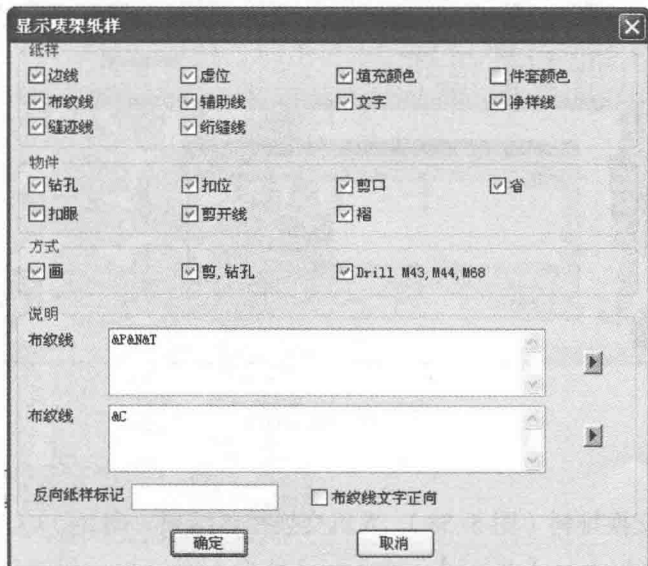

图5-55 【显示唛架纸样】对话框
(7) 这时需要对纸样的显示与打印进行参数的设定。单击【选项】→【在唛架上显示纸样】弹出【显示唛架纸样】对话框，单击【在布纹线上】和【在布纹线下】右边的三角箭头，勾选【纸样名称】等所需在布纹线上下显示的内容（图 5-55）。